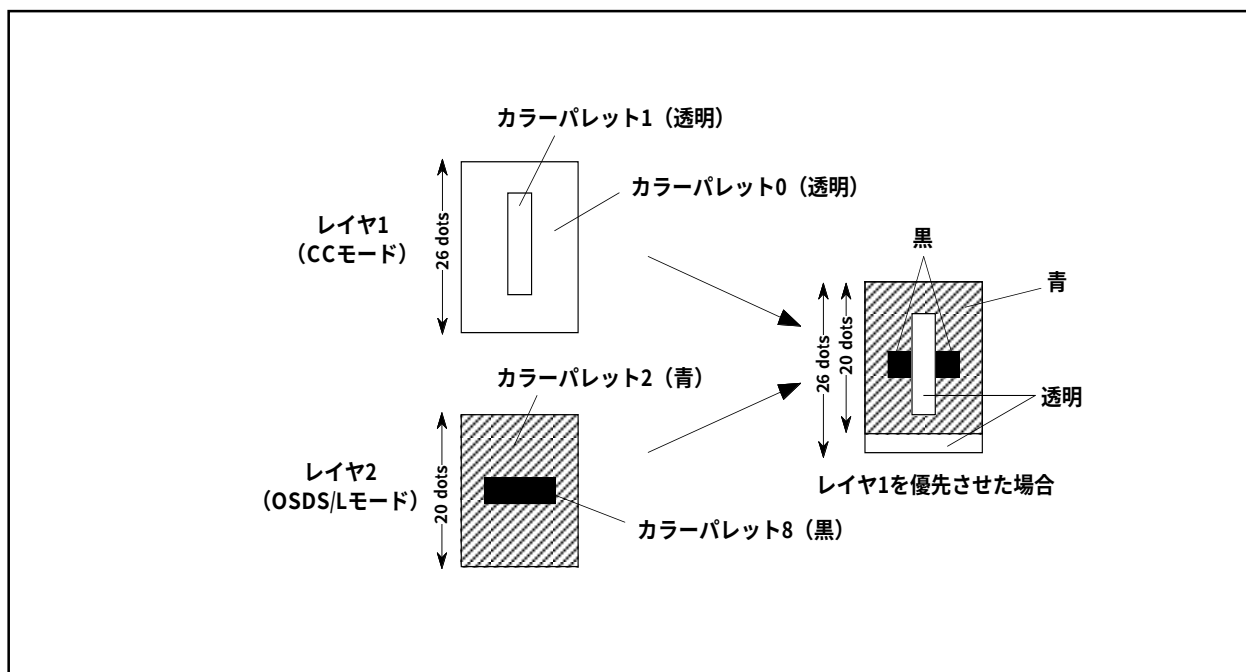

図2.16.28 カラーパレット0 (透明) とその他カラーパレットの透明設定との違い
2. カラーパレット0（透明）と、その他カラーパレットの透明設定とは異なります。複数のレイヤが重なったとき、優先レイヤがカラーパレット0（透明）の場合は下層レイヤが表示されますが、優先レイヤがその他カラーパレットの透明設定の場合は、下層レイヤは表示されず、背景画面が表示されます（図2.16.28参照）。